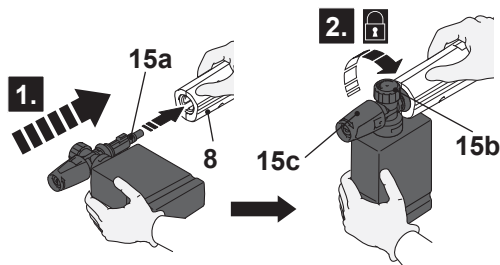

Rys. 9
- > Obracając dyszę Vario, dostosuj strumień wody do czyszczonej powierzchni (rys. 9).